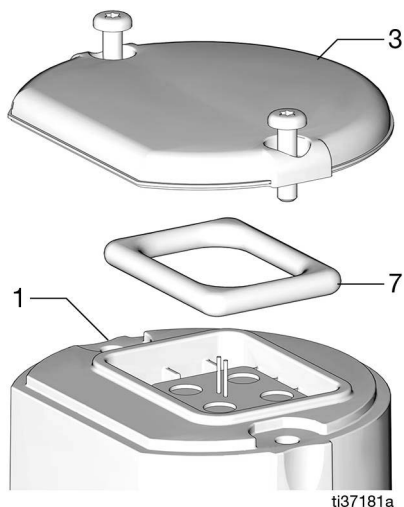

FIG. 12
5. Retirer le joint (7) du boîtier (1), si nécessaire. S'assurer que le joint est installé sur le couvercle (3). Appliquer une fine couche d'huile ou de graisse sur le joint pour le lubrifier en vue de l'installation (FIG. 12).